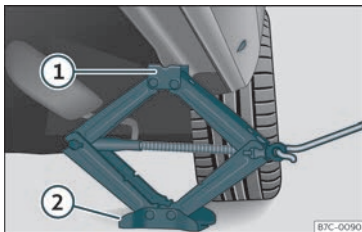

Abb. 39 Längsholm: Wagenheber ansetzen.
- Drehen Sie die Kurbel des unter dem Aufnahmepunkt des Längsträgers befindlichen Wagenhebers*, bis sich die Nase **①** >>> **Abb. 39** unter der vorgesehenen Einführung befindet.
- Richten Sie den Wagenheber* so aus, dass sein Aufnahmehorn **①** in die dafür vorgesehene Aufnahme am Längsträger „greift“ und die bewegliche Grundplatte **②** plan auf dem Boden aufliegt. Die Bodenplatte **②** muss sich dabei senkrecht unter dem Aufnahmepunkt **①** befinden.